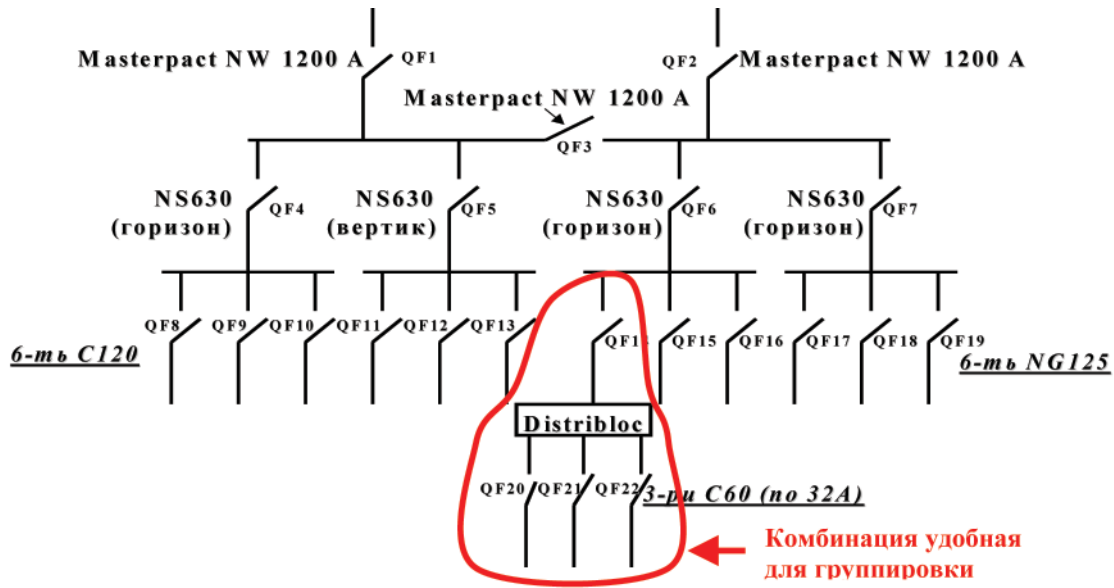
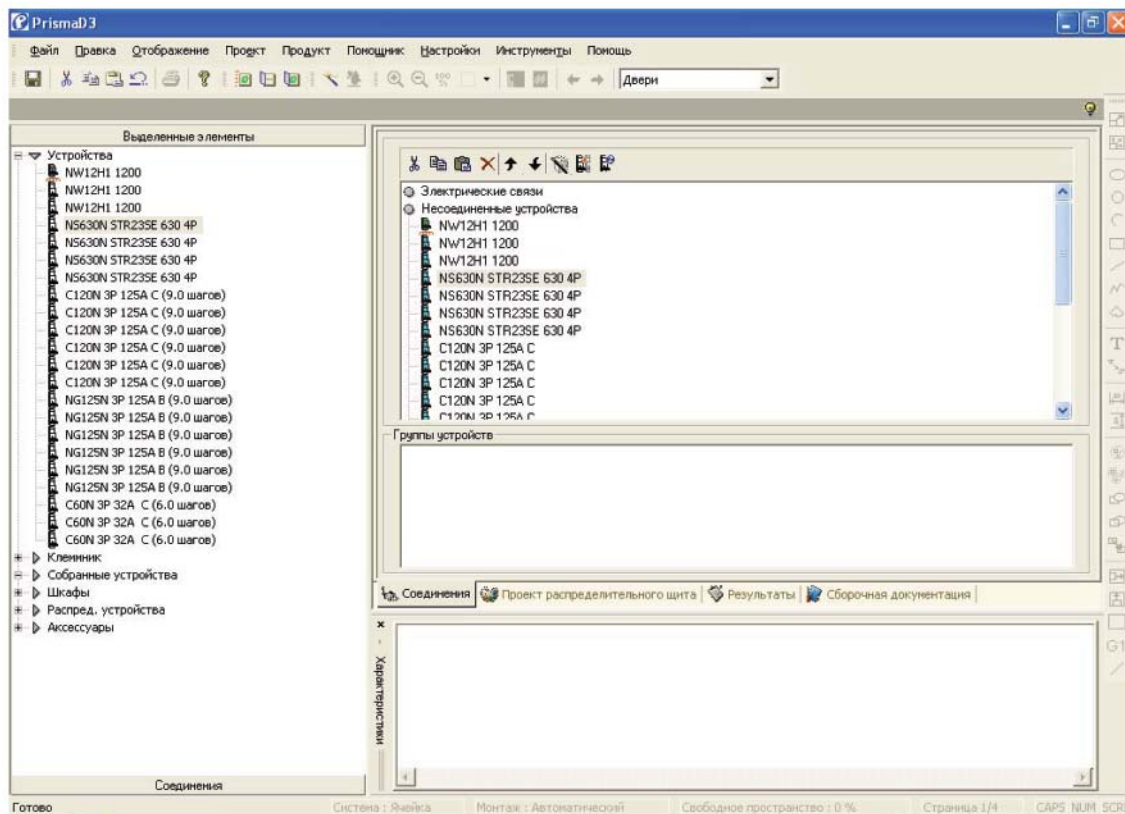

Рис. 98
Рис. 99
- 10) Внимательно глядя на однолинейную схему, замечаем, что в ней есть комбинация (вышестоящий аппарат – блок распределения – нижестоящие аппараты) из модульных устройств серии Multi9 (рис. 98), которую удобнее всего сгруппировать.
- 11) Для группировки обозначенных (рис. 98) устройств необходимо перейти в закладку “Соединения” (рис. 99)